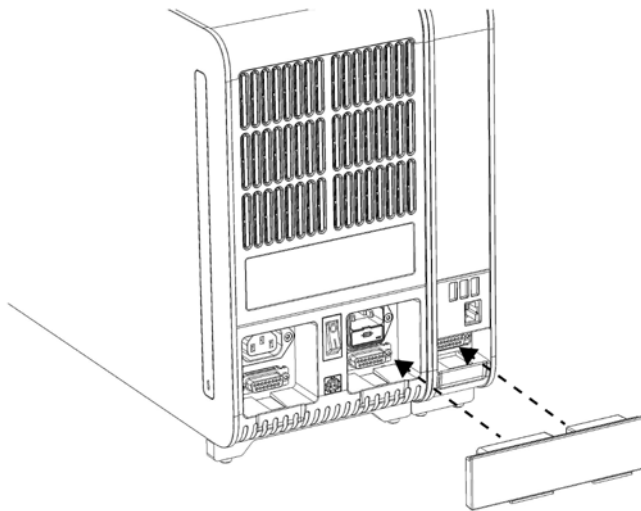

Figura 8. Collegamento del ponte moduli analitico/operativo.
5. Collegare il ponte moduli analitico/operativo sul retro del QIAstat-Dx Analyzer 1.0 per collegare tra loro i moduli operativo e analitico (Figura 8).